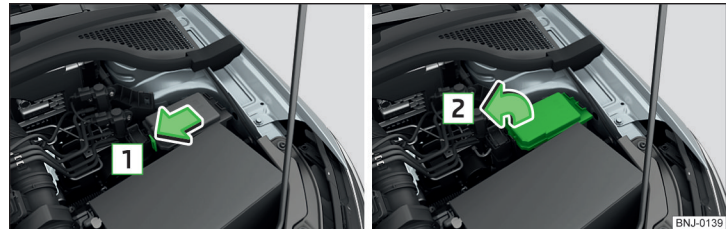

Fig. 180 Scoateți capacul
- Apăsăți tasta de blocare a capacului în sensul săgeții **1** » fig. 180.